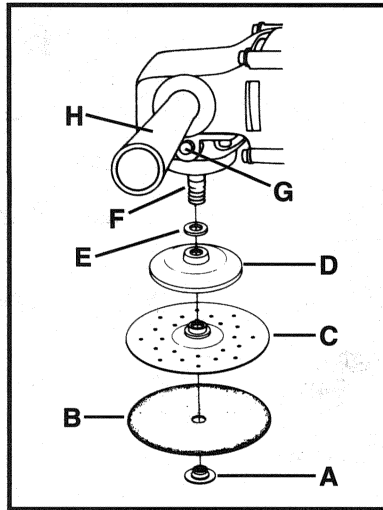

Fig. 2
Una agarradera (mango) auxiliar (H), Fig. 2 está incluida con su herramienta y se puede instalar en cualquier lado de la caja delantera. Esta agarradera DEBE USARSE TODO EL TIEMPO para mantener control completo de la máquina mientras lije.